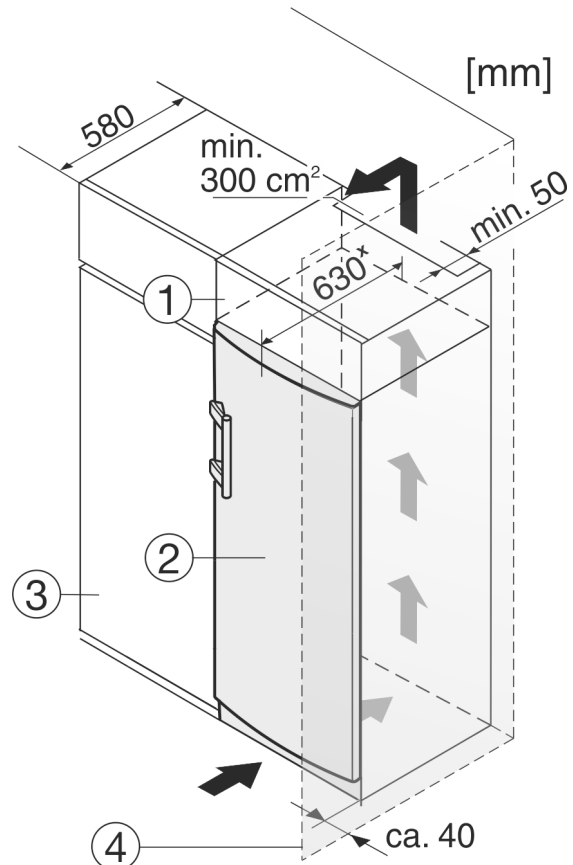

Fig. 12
El aparato se puede rodear de armarios de cocina. Para adaptar el aparato Fig. 12 (2) a la altura de la cocina, se puede instalar un armario Fig. 12 (1) correspondiente sobre el aparato.
Si la cocina posee armarios (profundidad máx. 580 mm), el electrodoméstico se puede colocar directamente junto al armario de cocina Fig. 12 (3). El electrodoméstico sobresale 34 mm \* por los lados y 50 mm \* por el centro respecto al frente del armario de cocina.
Si el electrodoméstico se instala con las bisagras junto a una pared Fig. 12 (4), la distancia entre el electrodoméstico y la pared debe ser como mínimo de 40 mm. Esto equivale al saliente del tirador con la puerta abierta.